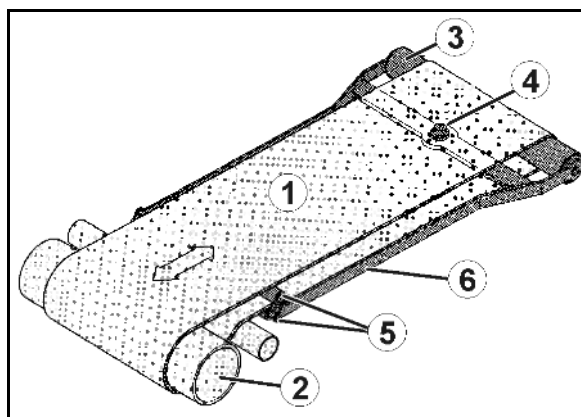

Fig. 72
1. Skru av de to dekkplatene (Fig. 72/1) på innsiden av bremsetrommelen.
Smuss som har trengt inn kan feste seg på bremsebelegget (Fig. 72/2) og føre til vesentlig nedsatt bremseeffekt.